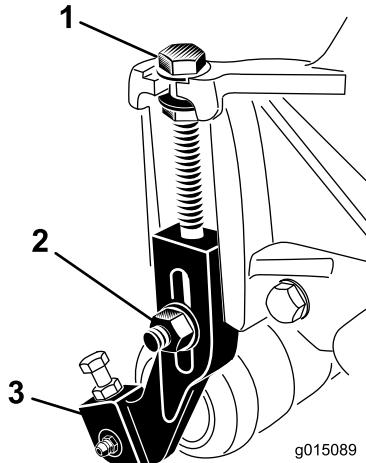

Bild 17
1. Lösen Sie die Sicherungsmuttern, mit denen die Schnitthöhenhalterungen an den Seitenplatten befestigt sind (Bild 17).